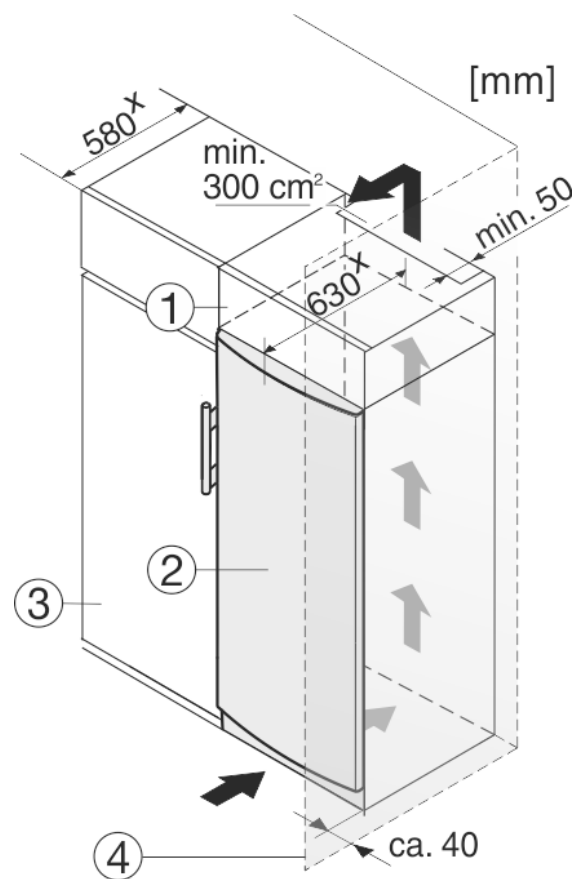

Fig. 9
- (1) Дополнительный шкафчик
- (2) Устройство
- (3) Кухонный шкаф
- (4) Стенка
Устройство может быть окружено кухонными шкафами. Чтобы уравнять устройство *Fig. 9 (2)* по высоте с кухонной стенкой, можно установить над устройством дополнительный шкафчик *Fig. 9 (1)*.
При комбинировании с кухонными шкафами (глубина макс. 580 мм) устройство можно установить непосредственно рядом с кухонным шкафом *Fig. 9 (3)*. Устройство выступает сбоку на 34 мм * и по центру на 50 мм * относительно передней стенки кухонного шкафа.
Если устройство установлено на шарнирах у стены *Fig. 9 (4)*, то расстояние между устройством и стеной должно быть не менее 40 мм. Настолько выступает ручка при открытой дверце.